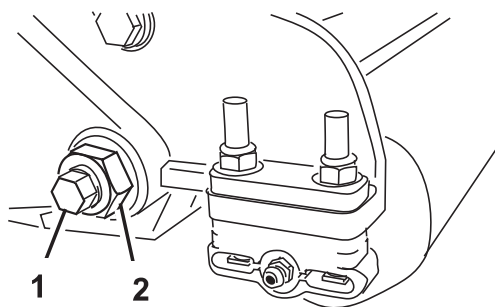
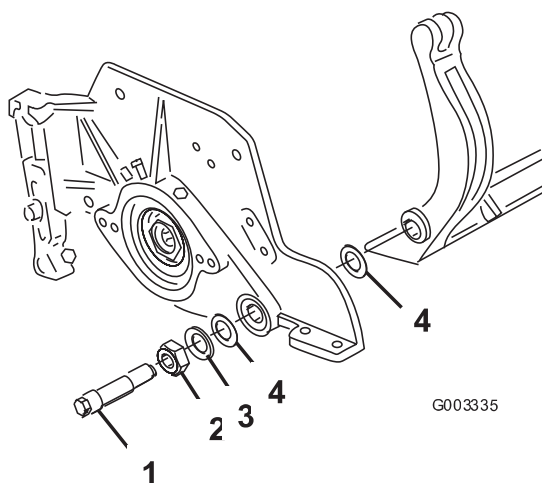

図 24
図 25
3. ベッド・バー・ボルトを固定しているロックナット (機体両側) をゆるめる (図24)。
4. 各ベッド・バー・ボルトを抜いてベッド・バーを下に引き抜いて外す (図24)。ベッド・バーの両端にそれぞれナイロン・ワッシャ 2 枚とスチール・ワッシャが 1 枚ずつあるので注意する (図25)。
2. ベッド・バー・ボルト (とボルトについているナット) とワッシャ6枚で、ベッド・バーを各サイド・プレートに固定する。ナイロン・ワッシャはサイド・プレートの両側のボスに嵌め込む。その外側からスチール製ワッシャを取り付ける (図25)。ベッドバー・ボルトを 3.7～4.6 kg.m にトルク締めし、外側のスチール製ワッシャの遊びがなくなって回らなくなっているが、サイドプレートを変形させるほどには締めすぎでない程度に、ロックナットを締め付ける。内側のワッシャには遊びがあってもよい。